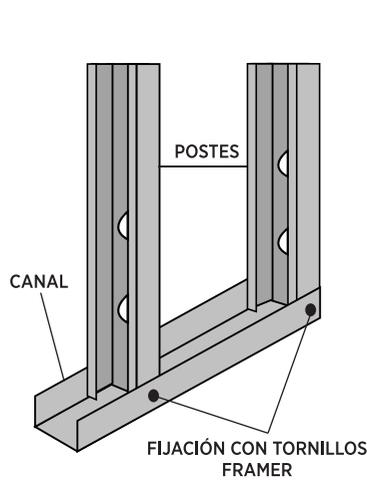

FIGURA 2
- Unir los postes a canales con Tornillos Framer de 1/2" para poste Cal. 26 o Tek Plano para poste Cal. 20. (VER FIGURA 2)